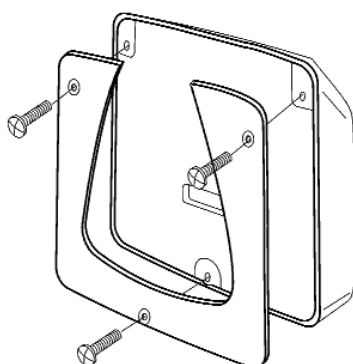

Fig. 1
1. En utilisant les 3 boulons M4 fournis, fixez la plaque arrière au dos de l'afficheur (Fig. 1)